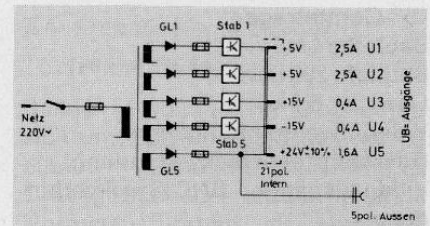

Bild 6 Prinzipschaltung Stromversorgungs-Kassette
5.1.1 19"-Stromversorgungskassette (Bild 6/7)